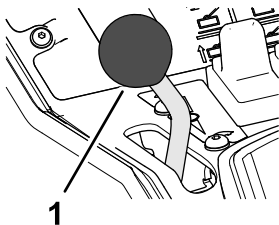

Figura 6
- Para aumentar la velocidad del motor, mueva la palanca de control del acelerador (Figura 6) hacia delante.